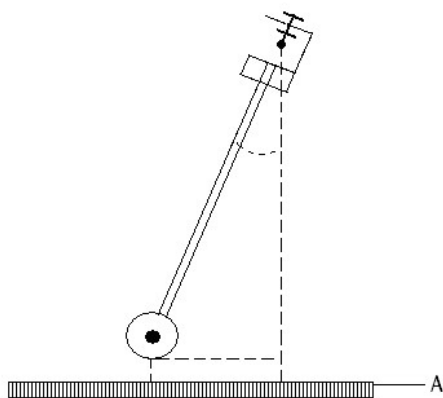

Fig. 1 Calibrazione della tensione di uscita,
- Mediante una scala determinare geometricamente l'angolo di deviazione (vedere Fig. 1) e assegnare la rispettiva tensione d'uscita.